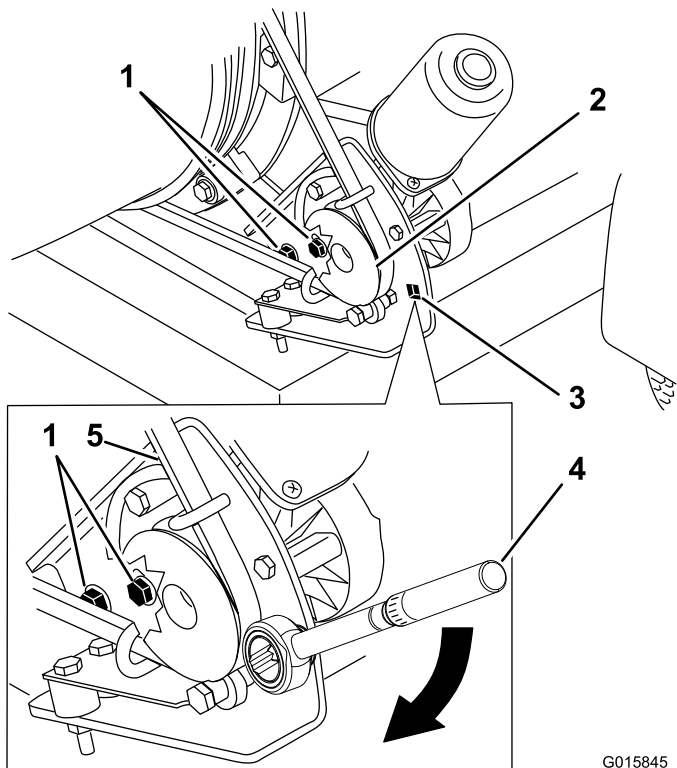

Bild 33
1. Lockern Sie die Schrauben, mit denen die Befestigungshalterung der Riemenscheibe am Bläserahmen befestigt ist (Bild 33).
2. Platzieren Sie einen Drehmomentschlüssel in der Riemenscheibenbefestigungshalterung (Bild 33).
3. Drehen Sie die Befestigungshalterung der Riemenscheibe vom Blasrohr weg, bis der Drehmomentschlüssel 22,6–26,0 Nm anzeigt (Bild 33).